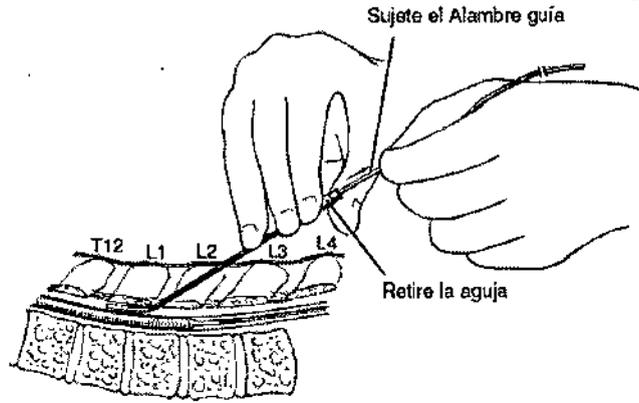

FIGURA 8
5.* En caso de utilizar Introde, retire la aguja utilizando la técnica de aguate y empuje, dejando el alambre guía en el espacio epidural (Figura 8).